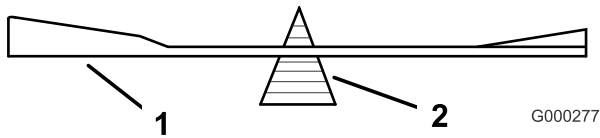

Figure 84
2. Vérifiez l'équilibre de la lame en la plaçant sur un équilibreur (Figure 84). Si la lame reste horizontale,